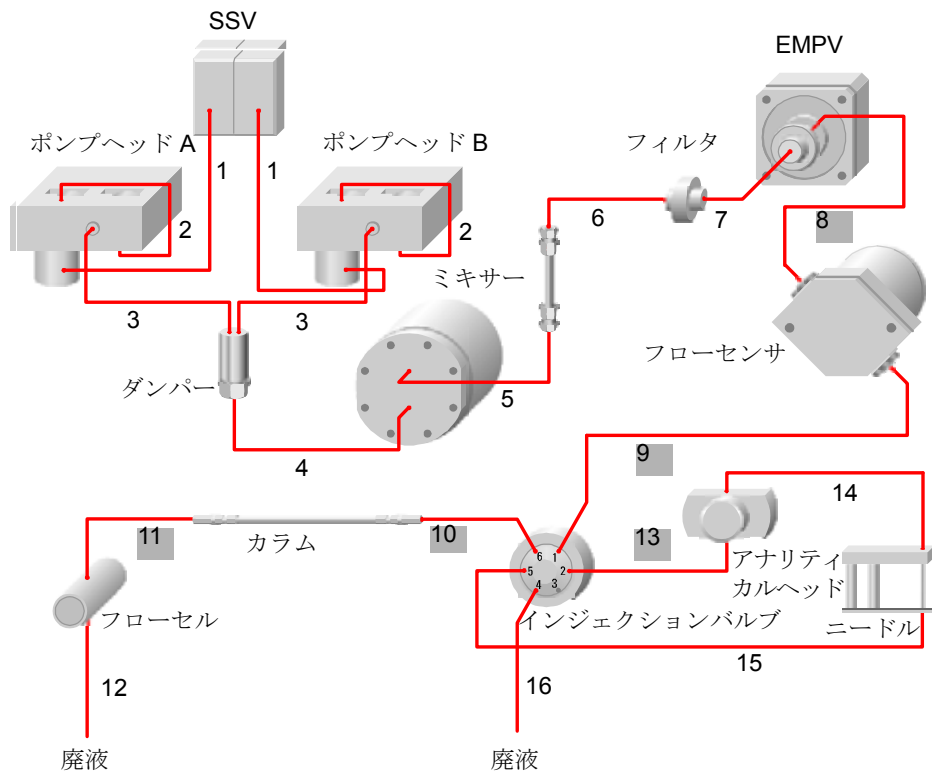

図 32 キャピラリーポンプのフローダイアグラム
表 57 で説明する流量拡張キットを使用することにより、キャピラリポンプを最高 100 $\mu\text{l}/\text{min}$ までの流量範囲で動作させることが可能になります。流量を 100 $\mu\text{l}/\text{min}$ まで増大させたときのシステム圧上昇を抑えるため、キャピラリの交換が必要となる場合があります。これらのキャピラリ (8、9、10、11、13) は 143 ページの 図 32 で影を付けて示してあります。
- 1 4 mm および 1/4 - 5/16 inch オープンレンチを用いてキャピラリ 8、9、10、11、および 13 を取り外します。143 ページの 図 32 を参照してその位置を確認してください。
- 4 4 mm および 1/4 - 5/16 inch オープンレンチを用いてキャピラリ 8、9、10、11、および 13 を接続します。(143 ページの 図 32 を参照してその位置を確認してください)。